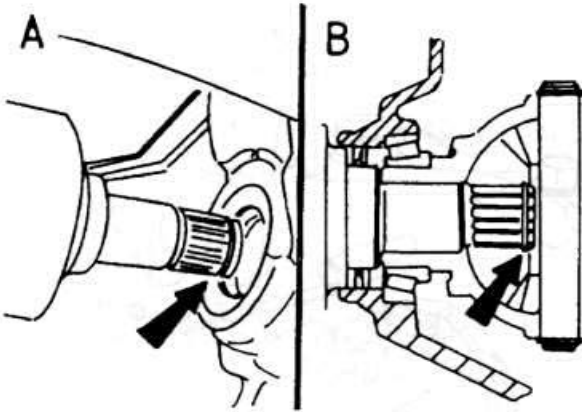

Рис. 2.11
- ◆ Введите полуоси в соответствующие места коробки передач. Обратите внимание на правильное осаднение пружинных колец (рис. 2.11).